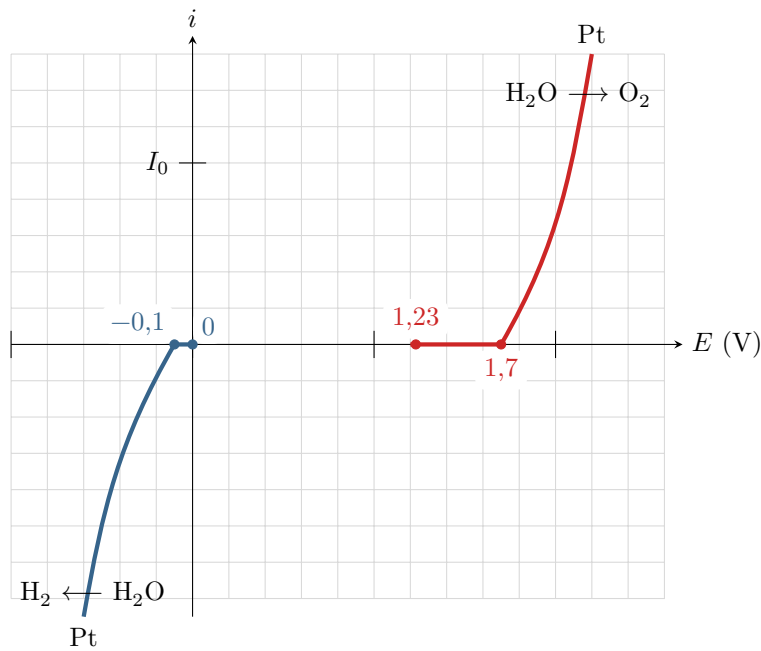

Figure 4 – Courbes intensité potentiel pour l'interprétation de l'électrolyse.
- 1 - À partir des courbes de la figure 4, déterminer la tension seuil à imposer pour que l'électrolyse de l'eau ait lieu.